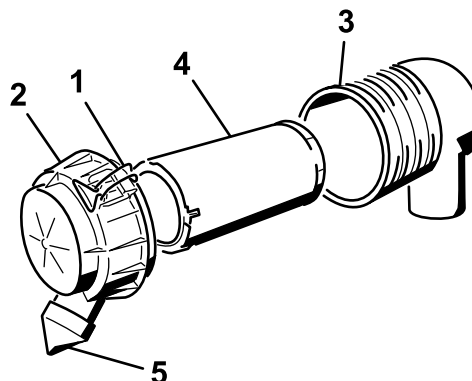

Figura 20
3. Abra los cierres del limpiador de aire y tire de la tapa del limpiador de aire para separarla de la carcasa del filtro de aire (Figura 20).
- Extraiga el filtro con cuidado de la carcasa del filtro de aire (Figura 20).
- Instale con cuidado el filtro (Figura 20).
- Instale la tapa del limpiador de aire con el tapón antipolvo orientado hacia abajo, y cierre los enganches (Figura 20).